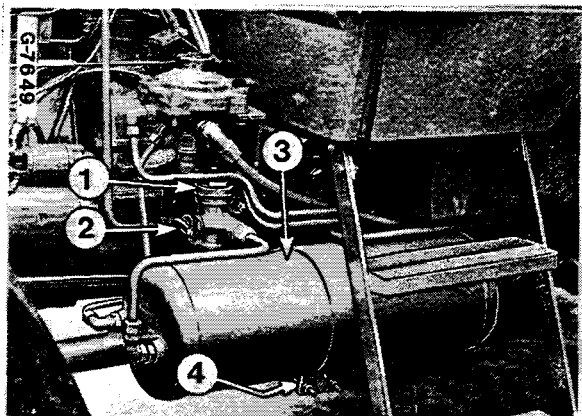

Figure 105
L'entretien se limite à la vidange de l'eau de condensation du réservoir d'air (4) Fig. 105 et au réglage de la tension de la courroie trapézoïdale du compresseur d'air.
Le régulateur (1) Fig. 105 est équipé d'une soupape (2) qui permet de gonfler les pneumatiques.